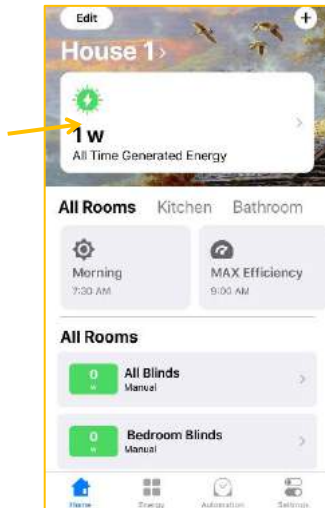
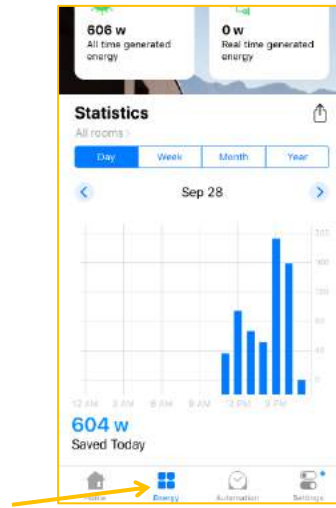

Abbildung 52
Abbildung 53
(Abb. 52) bzw. auf das Stromspeicherungsmenü **Energy** tippen (Abb. 53).
10.12.4 Der Reiter **Statistics** (Abb. 53) zeigt tägliche/wöchentliche/ monatliche/jährliche Statistikwerte der Stromspeicherung an. Um Einsicht in die Statistik jedes einzelnen Zimmers zu nehmen, bitte auf den Reiter **All Rooms** tippen und das gewünschte Zimmer auswählen. Auf tippen, um die Statistik zu teilen.